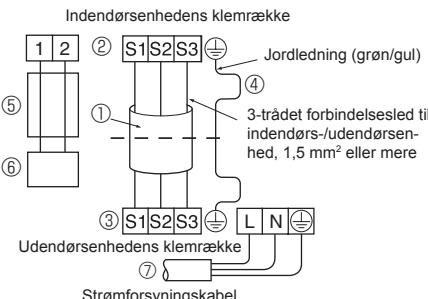

Fig. 7-2
• Udfør ledningsføringen som vist i diagrammet nederst til venstre. (Kablet indkøbes lokal). (Fig. 7-2)